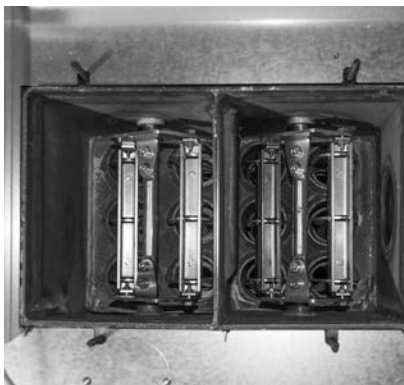

Fig. 32 Pulire la superficie riscaldante superiore
- Aspirare le parti superiori della superficie riscaldante o pulire con il pennello per la pulizia – Fig. 32.